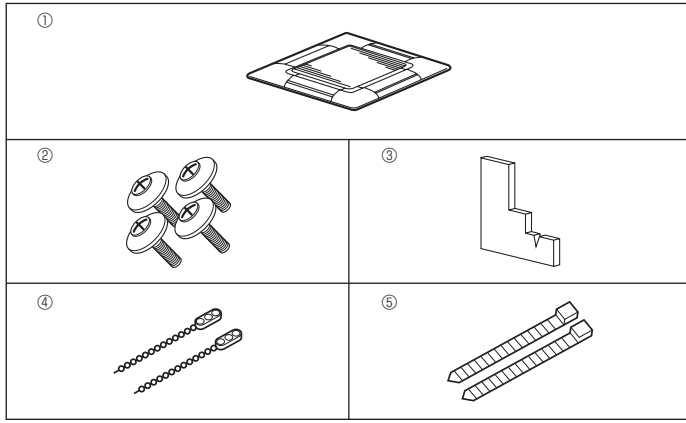

Fig. 5-1
5.1. Izgara aksesuarlarını kontrol edin (Fig. 5-1)